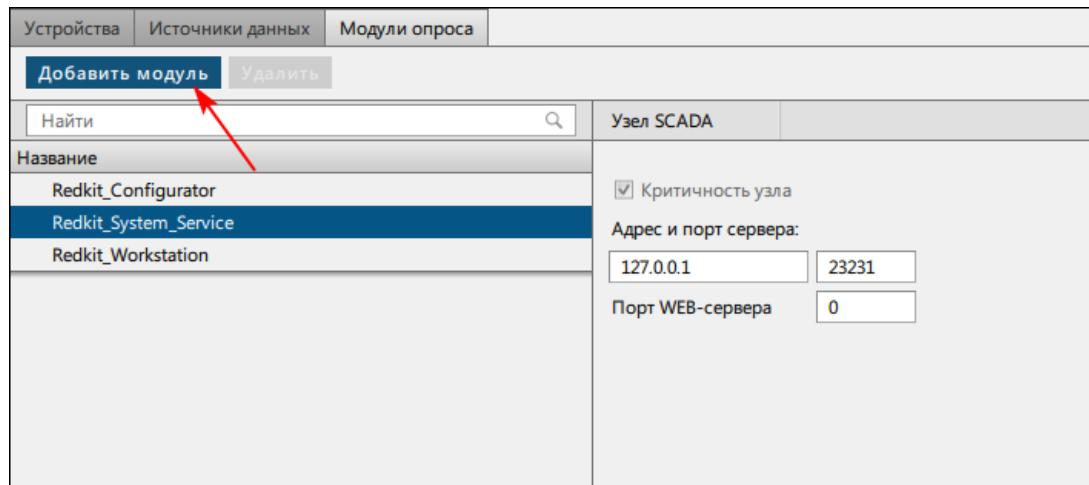

Рисунок 219 - Добавить модуль
12. На вкладке Модули опроса у сервисного узла(ов) (*Redkit\_System\_Service* или *Redkit\_Master* и *Redkit\_Slave*, в зависимости от типа конфигурации) нажмите Добавить модуль (Рисунок 219).